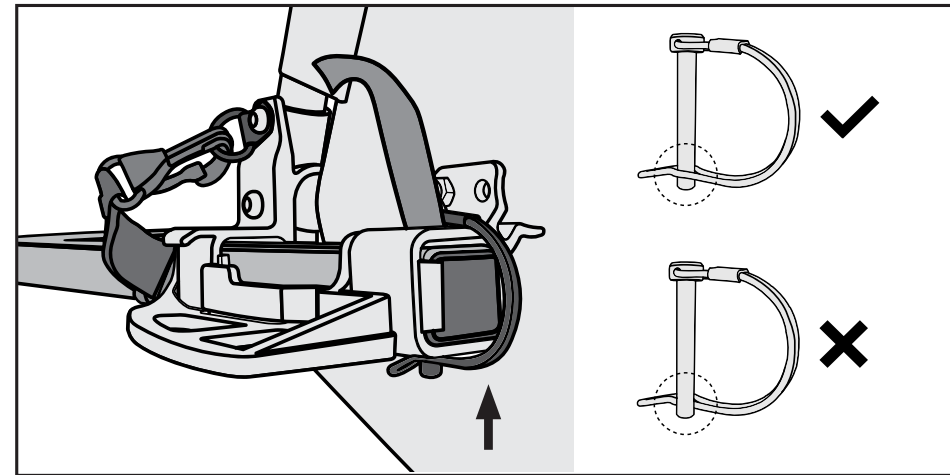

Figura 11
3. Asegúrese de que el pasador haya quedado correctamente cerrado como se muestra (Figura 11).